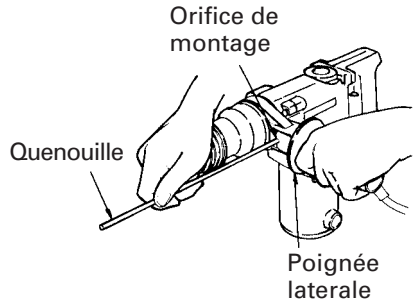

Fig. 10
6. Utilisation de l'arrâtoir (Fig. 10)